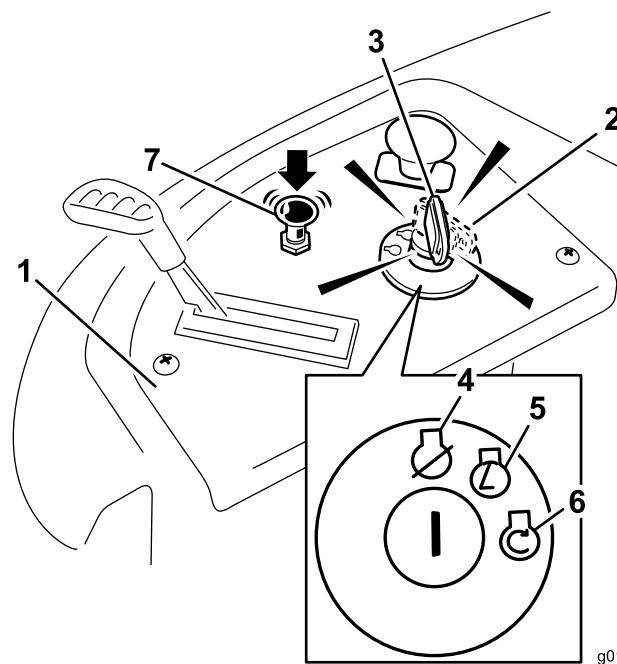

Figure 13
- 4. Tournez la clé de contact en position de démarrage pour activer le démarreur (Figure 13).
- 5. Lorsque le moteur démarre, appuyez sur la commande de starter (Figure 13).
4. Tournez la clé de contact en position d'arrêt (Figure 13) et enlevez-la du commutateur d'allumage.